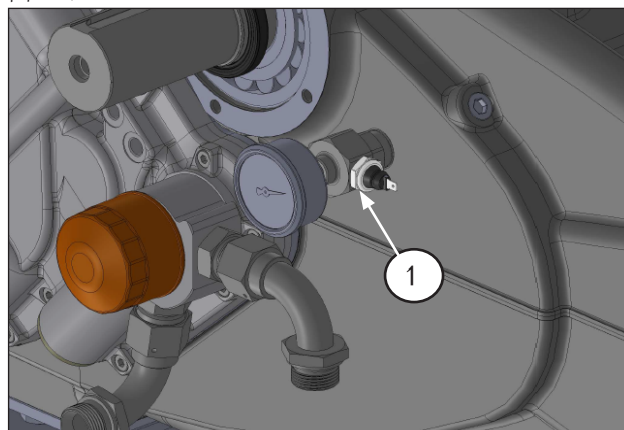

图 16
拧松并取出压力表、接头、螺纹接头和压力开关 (位置①, 图 16)。